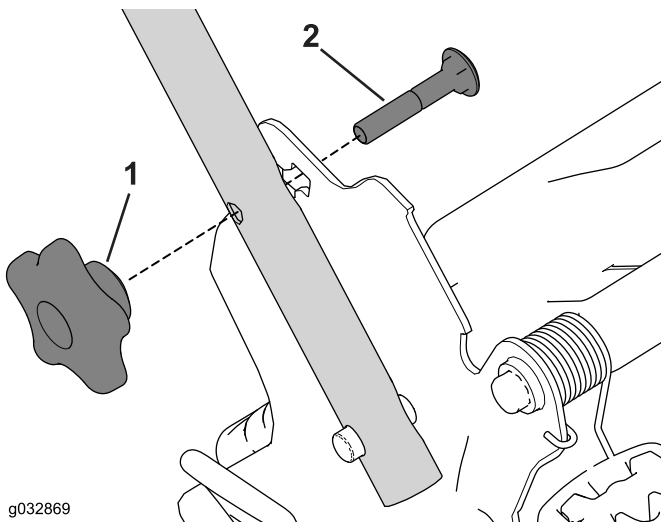

Bild 6
4. Führen Sie die Schlossschraube (mit dem Schraubenkopf nach innen zeigend) durch die obere oder untere viereckige Öffnung in der Griffhalterung und das obere Loch des Griffendes (**Bild 6**).